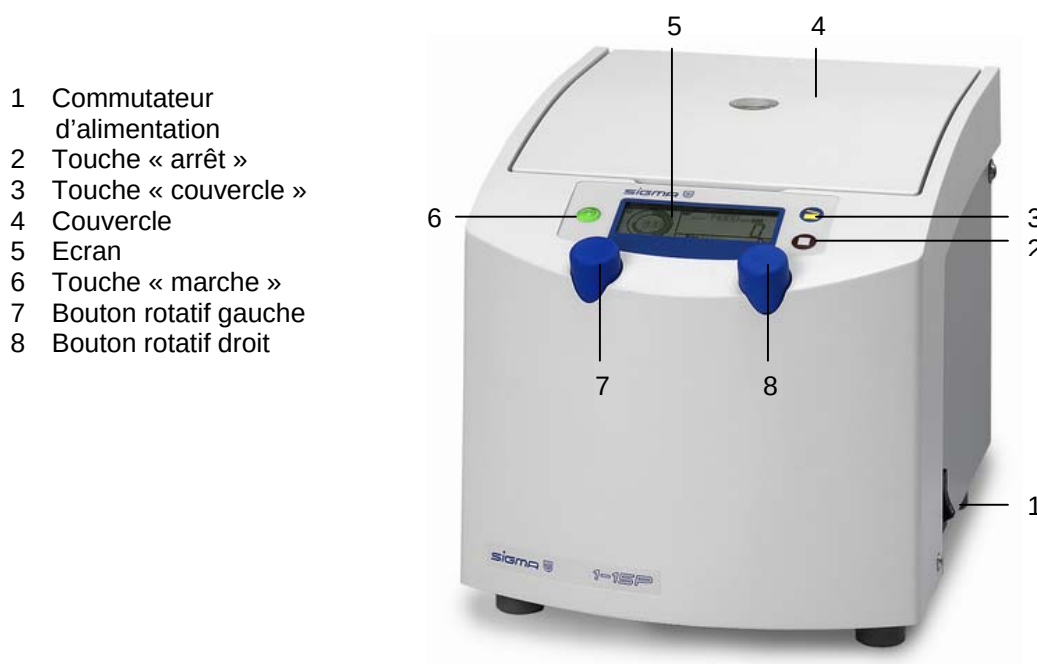

Fig. 5.1: Vue d'ensemble de la centrifugeuse
- Appuyez sur le commutateur d'alimentation (voir Fig. 5.1, page 25).